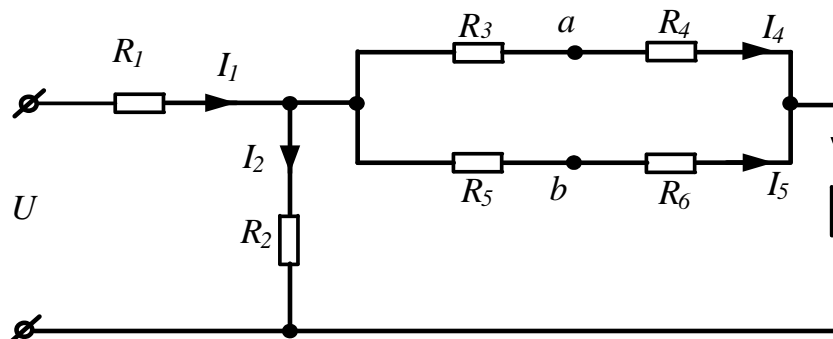

Рисунок 21
**Задача 16.** Определить эквивалентное сопротивление цепи, напряжение на входе и токи в ветвях (рис. 21), если  $I_4=0,05\text{А}$ ,  $R_1=30\text{Ом}$ ,  $R_2=90\text{Ом}$ ,  $R_3=R_6=100\text{Ом}$ ,  $R_4=R_5=160\text{Ом}$ ,  $R_7=500\text{Ом}$ .